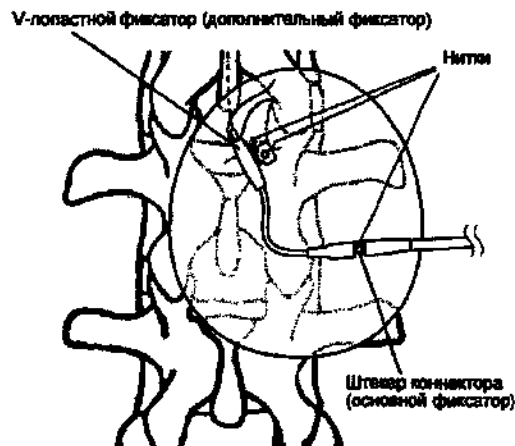

Рис. 6. Фиксация катетера.
10. Наложите прочные нерассасывающиеся нити на каждый из двух пазов в центре штекера коннектора и прикрепите его к фасции (Рис. 6).